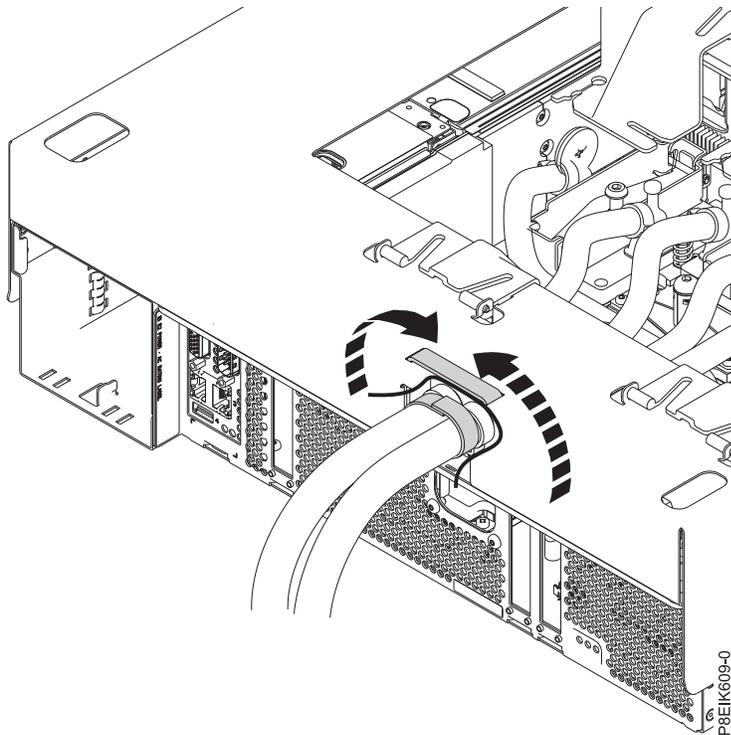

図 13. キャリアへの冷却水ホースの固定
9. クローズド・ループ・ファスナーを使用して、冷却水ホースを冷却プレート取り付けキャリアに固定します (13 ページの図 13)。